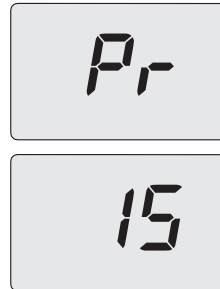

Figura 5.26
- Desplace los parámetros mediante los botones 14 o 15 hasta que aparezcan en el display LCD las letras **Pr** alternadas con el número del parámetro **15**, indicando que se ha entrado en el "parámetro 15" (Figura 5.26).